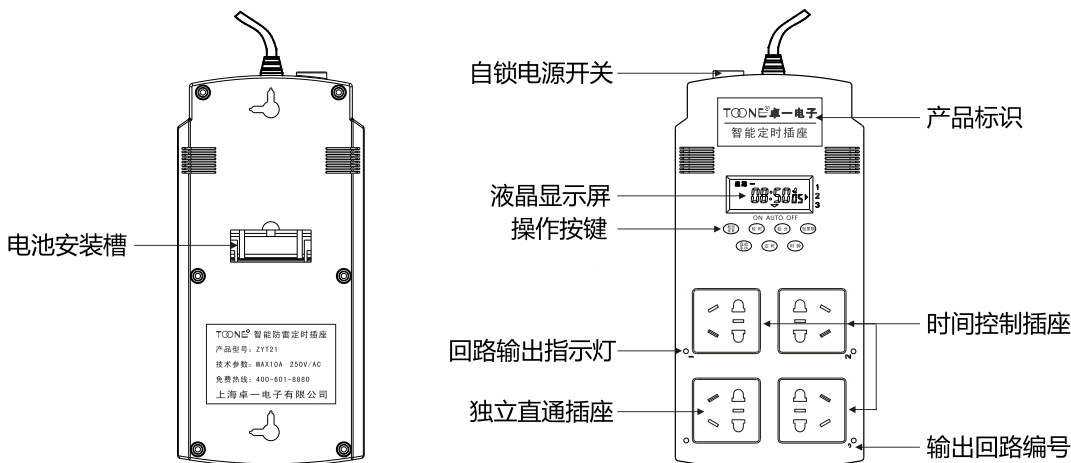

图1b
B. 按照步骤⑤、⑥、⑦、⑧,使显示屏显示如图1b所示。
C. 按照步骤⑨,使以后各组的时间2开、2关、.....、16开、16关在显示屏上显示为"-- :--"。
E. 按照步骤⑩、⑪,将“▼”符号调到“自动”位置。